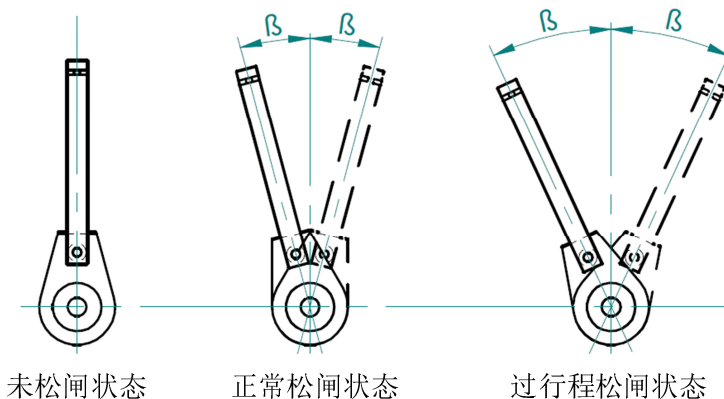

图 16 松闸角度示意图
- 使用松闸时，制动器松闸扳手旋转角度 $\beta \leq 18^\circ$ 见(图 16)。